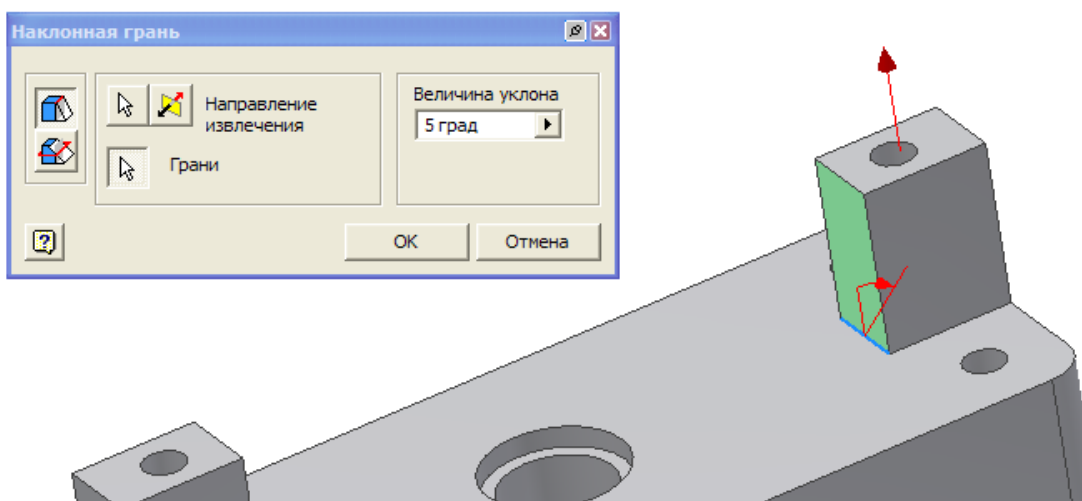
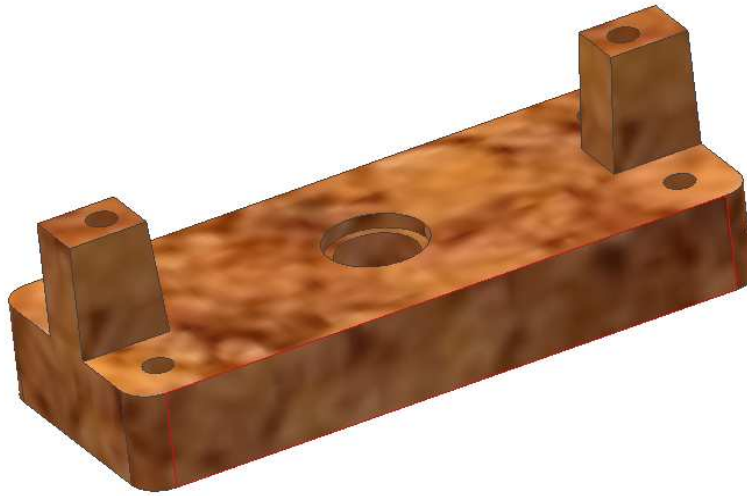

Рис. 77, б
Рис. 78
сов, рисунок 77, б - Ок. Выполните операцию **Наклонная грань** с другим выступом, рисунок 78.
**Измените цвет материала** детали на какой либо, соответствующий цвету пластмассы, например, **Пробка (текстура) (Cork)**, рисунок 78.